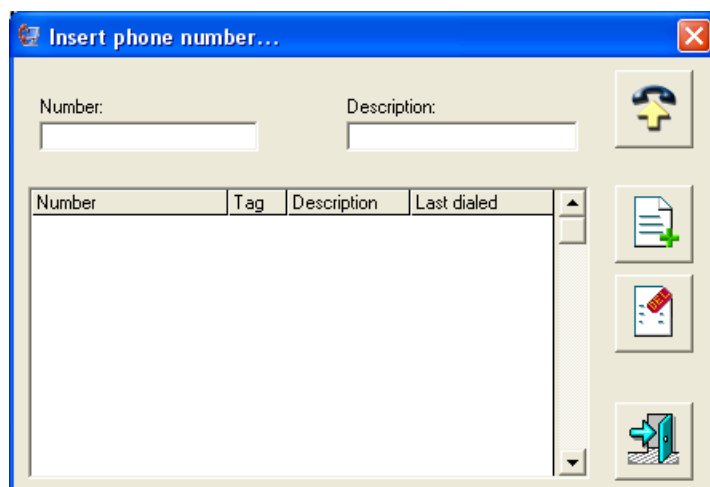

fig.22
- Si aprirà la finestra **Insert phone number** (fig.22). Cliccare due volte sul numero desiderato e successivamente premere il tasto  per connettersi al modem. Se il numero non dovesse apparire nella lista, procedere come segue: